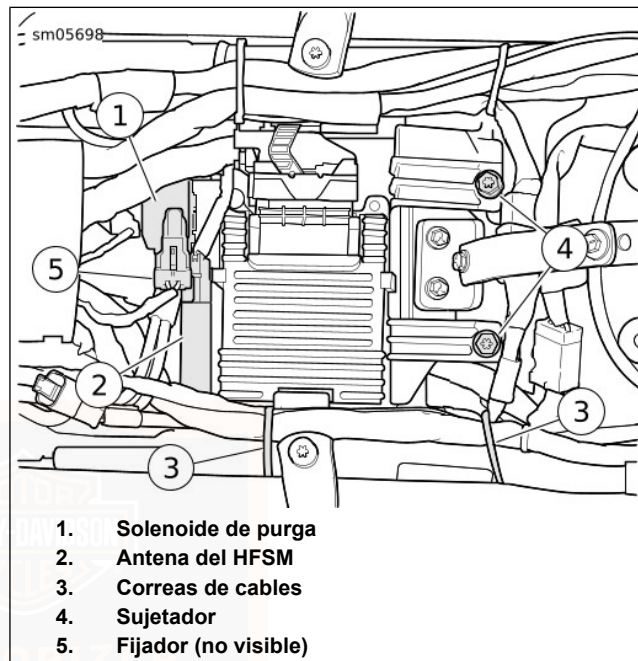
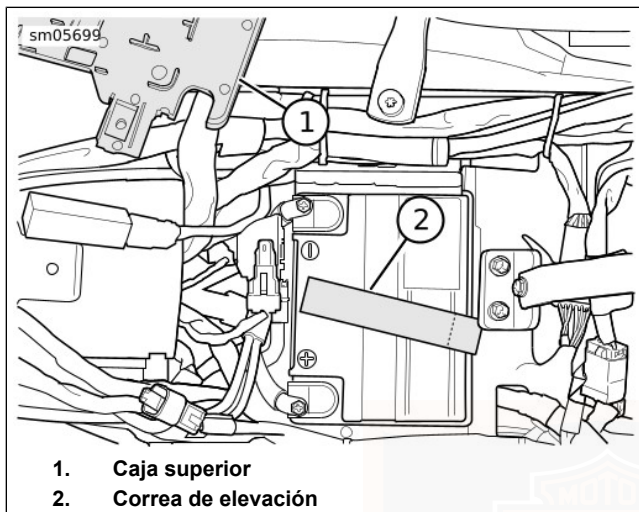

Figura 75. Caja superior
Figura 76. Caja superior colocada a un lado
2. Vea Figura 75. Si está presente, mueva el solenoide de purga (1) hacia adelante para soltarlo de la caja superior. Libere la antena del HFSSM (2) de la caja superior y muévala fuera del paso.
3. Quite los sujetadores (4).
4. Corte las correas de cables (3). Mueva los arneses para permitir más espacio libre para la caja superior.
5. Vea Figura 76. Libere la caja superior de la pieza de soporte delantera de sujeción y gire la caja superior (1) fuera del paso.
6. Vea Figura 76. Doble la correa de elevación (2) hacia adelante sobre la parte superior de la batería.
7. Vea Figura 75. Gire la caja superior a su posición arriba de la batería y enganche el pestillo en la pieza de soporte de sujeción.
8. Si está equipada, enganche la antena del HFSM (2) y el solenoide de purga (1) en la caja superior. Verifique que todos los demás conectores y arneses estén colocados debajo de la lengüeta de montaje del solenoide de purga.
9. Sujete la caja superior al travesaño de la estructura con los tornillos (4). Apriete a 8,1–10,9 N·m (72–96 in-lbs).
10. Asegure los arneses a la estructura con las correas de cables (3).